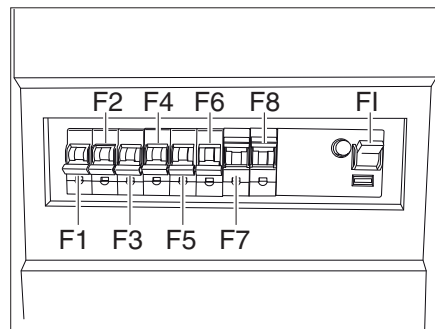
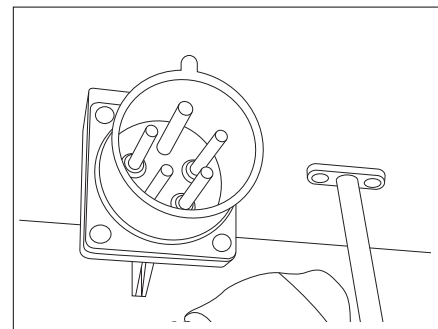

Bild 170 Sicherungskasten
Bild 171 400-V-Anschluss
Das 400-V-Bordnetz entspricht im Wesentlichen dem 230-V-Bordnetz. Es verfügt zusätzlich über einen Sicherungskasten (Bild 170) und eine 400-V-Außensteckdose (Bild 171).
Es hat einen zusätzlichen Sicherungskasten (Bild 170) im Caravan und einen 400-V-Anschluss (Bild 171) außen am Caravan.
- Sicherungen F1-F3 (Bild 170) ausschalten.